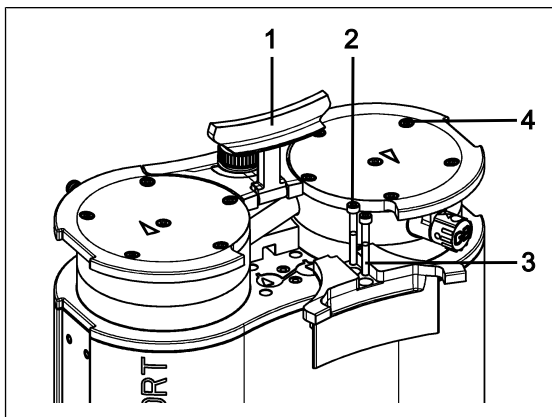

Fig.8: Démonter le cache
1. Mettez la poignée (1/ Fig. 8) en position verticale.
2. Desserrez les vis (2/ Fig. 8) du cache (3/ Fig. 8).
3. Retirez le cache (3/ Fig. 8).
4. Desserrez les vis extérieures de la tête (4/ Fig. 8).
1. Marquez la plaque supérieure (2), le couvercle (3), la culasse (6) avec un trait de crayon continu. Cela permet d'éviter que les pièces ne soient mal assemblées par la suite.
2. Desserrez les vis extérieures (4/ Fig. 8) des têtes de la pompe.
1. Amenez les membranes (7) dans la position centrale.
2. Appuyez tout autour du bord de la membrane (7). Appuyer sur la membrane (7) uniquement sur une tête de pompe.
3. Placez la culasse (6) avec les plaques soupapes/joints (4) sur le support en fonction du trait de crayon.
4. Placez le couvercle (3), conformément à la goupille d'ajustage (5), sur la culasse (6).
5. Placez la plaque supérieure (2) sur le couvercle en fonction du trait de crayon.
7. Serrez la vis (1) au milieu de la plaque de pression (couple de serrage : 1 Nm).
9. Positionnez les têtes (composées du couvercle (3), de la culasse (6) avec plaques soupapes/joints (4) et de la plaque supérieure (2)) avec le tuyau de raccordement sur le corps de pompe en fonction du trait de crayon.
10. Montez le cache de poignée (3/Fig. 8).
11. Serrez les vis (2/Fig. 8) du cache de poignée (3/Fig. 8) (couple de serrage : 2 Nm).